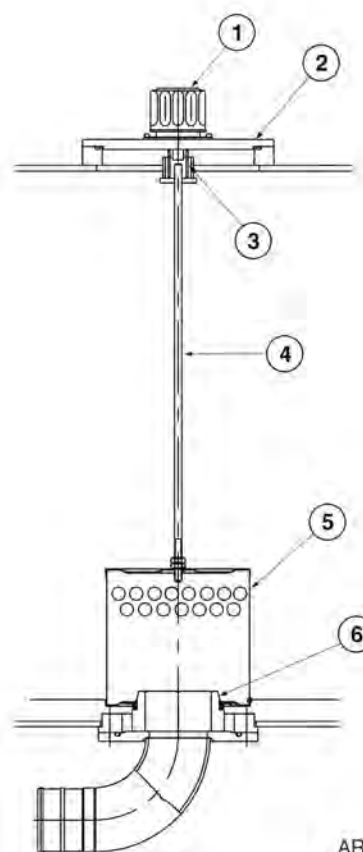

Рис. 107
4. Вращая крышку сапуна (1, рис. 107) стравить сжатый воздух из гидравлического бака.
6. Осторожно снять болты и крышку (2, рис. 107) с верхней части бака гидравлического масла. Под крышкой находится пружина (3), которая выталкивает крышку вверх.
7. Извлечь пружину (3, рис. 107) и сетчатый фильтр (5), потянув за стержень (4).
9. Установить сетчатый фильтр (5, рис. 107) на утолщенную часть всасывающей трубы.
11. Установить пружину (3, рис. 107) на стержень (4) и собрать крышку (2).